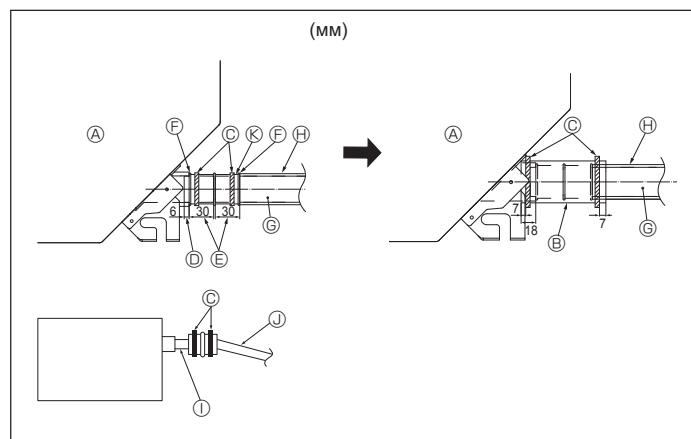

Fig. 5-2
1. Подсоедините соединительную муфту для дренажа (входит в комплект поставки прибора) к дренажному порту. (Fig. 5-2) (Закрепите трубу с помощью клея ПВХ, а затем с помощью ленты.)
① Основной блок	⑥ Дренажная труба (Трубы из ПВХ, O.D. 32)
② Изоляция	⑦ Изоляция (приобретается на месте)
③ Лента (большая)	⑧ Неподготовленная труба из ПВХ
④ Дренажный порт (неподготовленный)	⑨ Трубы из ПВХ, O.D. 32 (Наклон 1/100 или более)
⑤ Запас	⑩ Соединительная муфта для дренажа
⑥ Соответствие